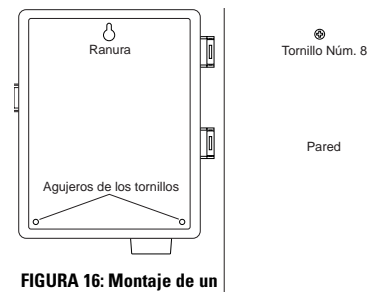

FIGURA 16: Montaje de un programador de interior
- Para completar la sujeción del programador a la pared, clave dos tornillos del nº 8 a través de los dos orificios que se encuentran en la parte inferior de la caja del programador [Vea la Figura 16].